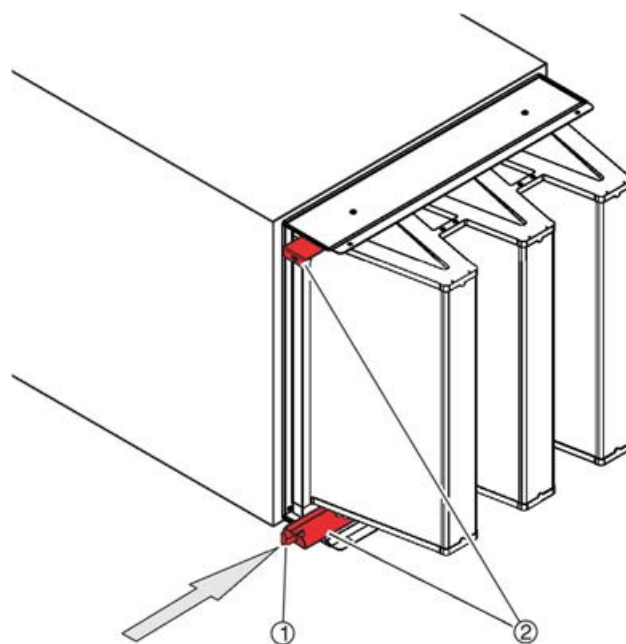

Fig. 19: Empujando los rieles de sujeción hacia adentro
7. ▶ Utilice la llave especial ( Fig. 19 /1) para empujar los rieles de sujeción ( Fig. 19 /2) hasta el tope.